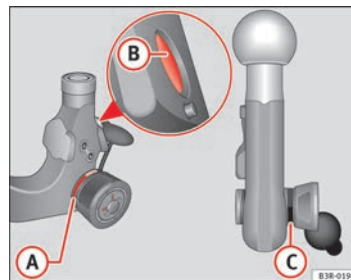

Fig. 165 Dispositivo desmontable para remolque: Rótula
- Compruebe si la marca roja (A) ⇒ página 215, fig. 165 de la rueda moleteada se encuentra en la zona negra de la rótula.
- Compruebe si las bolas del perno de bloqueo (B) que se encuentran en los orificios del vástago de encaje están hundidas.
- Compruebe que la rueda moleteada sobresalga claramente de la rótula, de forma que entre ambas quede una ranura (C).